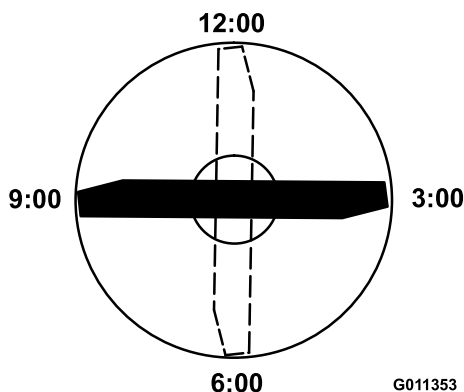

Figura 62
4. Orientate il tagliente dell'estremità marcata della lama sulle ore 12 (esattamente in avanti, nel senso di falciatura) (Figura 62) e misurate l'altezza tra il banco e il tagliente della lama.
5. Ruotate l'estremità marcata della lama sulle ore 3 e sulle ore 9 (Figura 62) e misurate le rispettive altezze.